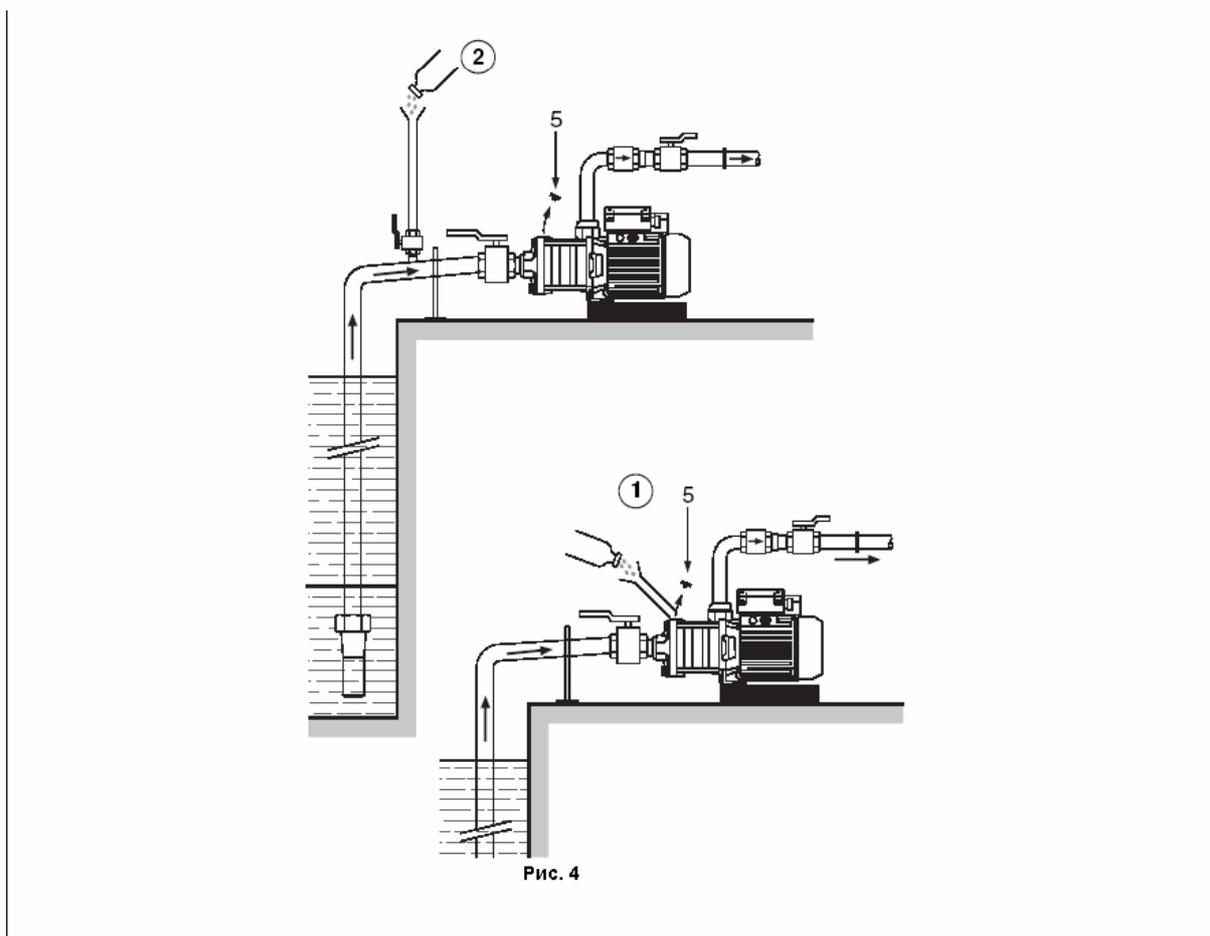

Рис. 4
Для упрощения процесса заливки можно установить на всасывающем трубопроводе вертикальную трубу (рис. 4, поз. 12) с запорным краном и воронкой.
- Откройте запорный кран (рис. 4, поз. 12) и открутите впускной штуцер (рис. 4, поз. 5)
- Закройте запорный кран (рис. 4, поз. 12), который можно оставить на месте. Снимите вертикальную трубу и закрутите обратно впускной штуцер (рис. 1, поз. 5)